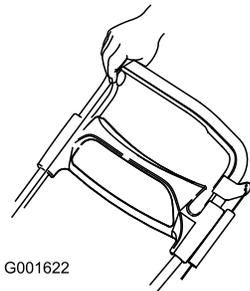

Figure 23
1. Serrez la barre de commande contre le côté droit du guidon (Figure 23).